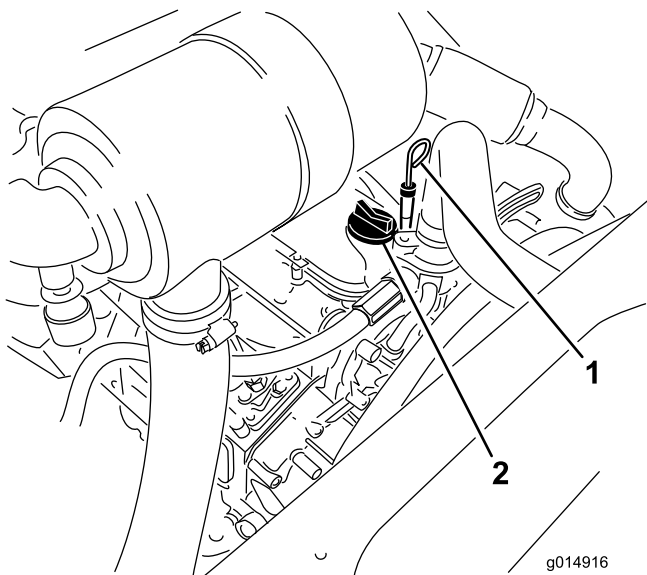

Figura 27
3. Retire a vareta, limpe-a e volte a colocá-la (Figura 27).
5. Se o nível de óleo se encontrar abaixo da marca FULL (CHEIO) da vareta, retire a tampa de enchimento (Figura 27) e adicione óleo até que o nível atinja a marca FULL. **Não encha demasiado.**